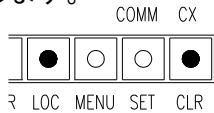

図1：ローカル制御待機
1. 前面部、LOCボタンを押して、LOC LEDが点灯していれば、上下左右押しボタンとレンズ押しボタンにて、接続されている巡回カメラのローカル操作が可能になります。(下記、図1) 再度、LOCボタンを押すかリモート制御を受信した場合 ※1などはLOC LEDは消灯します。又、映像ラインに障害があるとLOC LEDとCX LEDは消灯します。